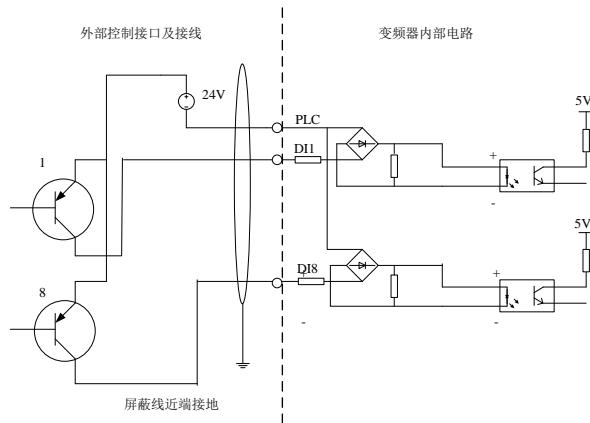

图 2-6 使用外部电源PNP控制
- 4) 使用外部电源的PNP连接方式(注意去除PLC与24V端子间的连接线), 如图2-6所示。